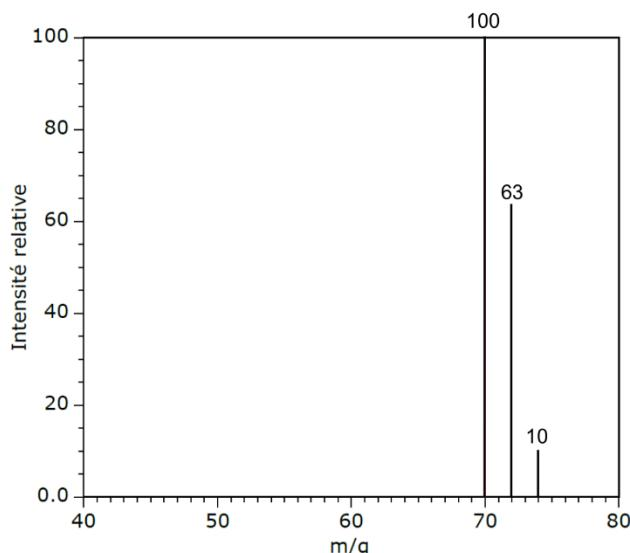

Figure 2 : Spectre de masse de la molécule de dichlore naturelle
On donne sur la figure 2 le spectre de masse de la molécule de dichlore naturelle.
- 22.** Justifier la présence de trois pics aux abscisses observées sur la figure 2. On admettra que l'abscisse « m/q » correspond à la masse molaire des molécules détectées.